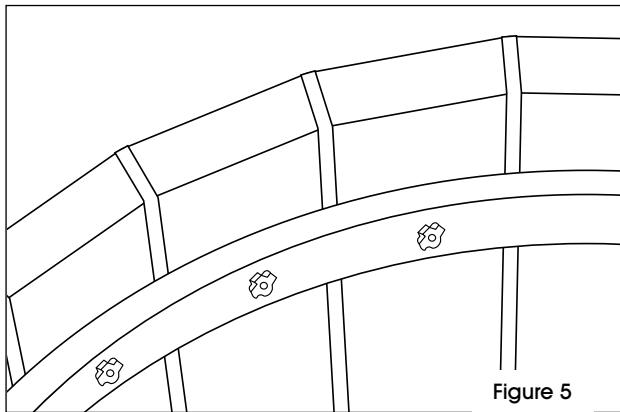

Figure 5
9. Retirez les trois vis à tête à serrage manuel, les rondelles plates et les écrous encastrés de l'anneau du haut. Laissez les planchettes en place. (Voir Figure 5)